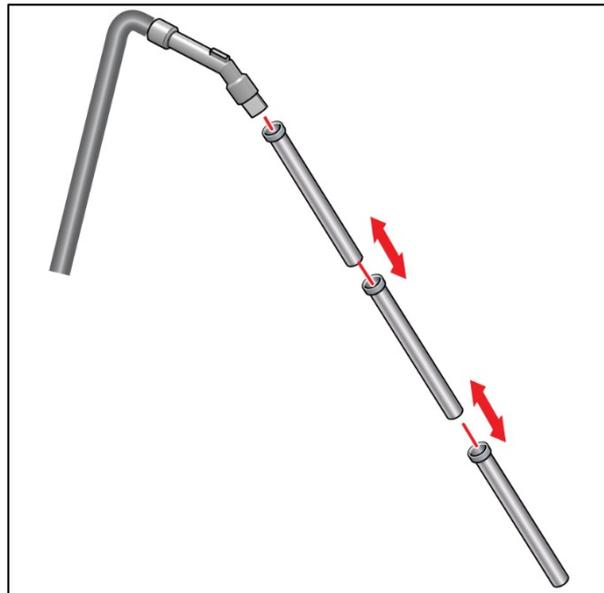

Abbildung 16
1. Setzen Sie Saugrohrteile an oder ziehen Sie sie ab, um die Länge des Saugrohrs (Abbildung 16, Pos. 1) anzupassen.